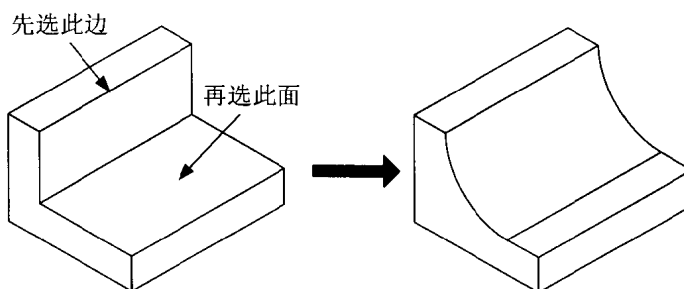

图 1.9
- ◆ **Edge-Surf(边-曲面):** 圆角通过所选取的边, 且与所选取的面相切。例如, 图 1.9 是以 Edge-Surf 的方式选一个边及一个曲面做圆角。